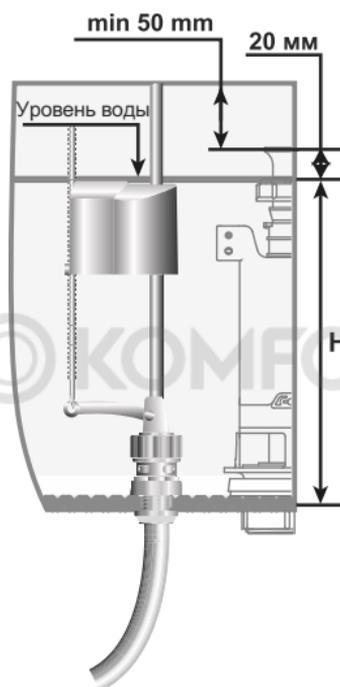

Рис.3
- Для регулировки уровня воды в бачке отсоедините тягу (11) от поплавка (1), переместите поплавок по стойке вверх или вниз и затем вновь присоедините к нему тягу. Убедитесь, что труба перелива арматуры спускной находится на расстоянии не менее 50 мм от края бачка смывного. Открыть кран подачи воды из системы холодного водоснабжения и установить уровень воды Н ниже верхнего края трубы перелива 20 мм (Рис. 3).